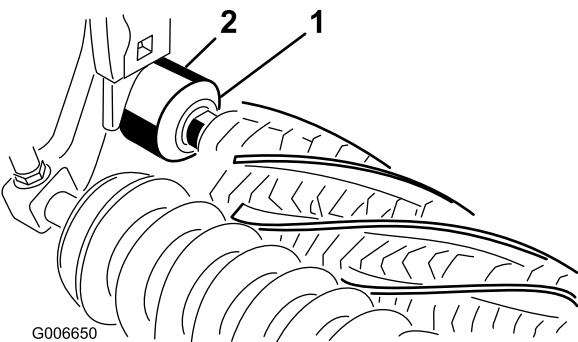

Figura 10
- Verificate che il bordo di tenuta di ogni guarnizione sfiori la sede del relativo cuscinetto (Figura 10).